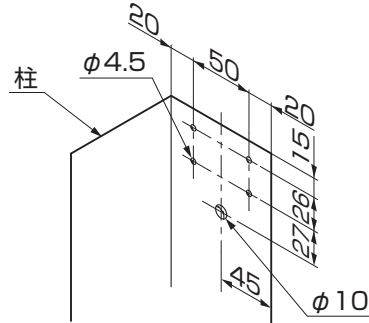

図2-1
①柱の桁取付け面に穴加工をしてください。(図2-1参照)
②しるしを付けた位置に穴加工をしてください。(図2-1参照)